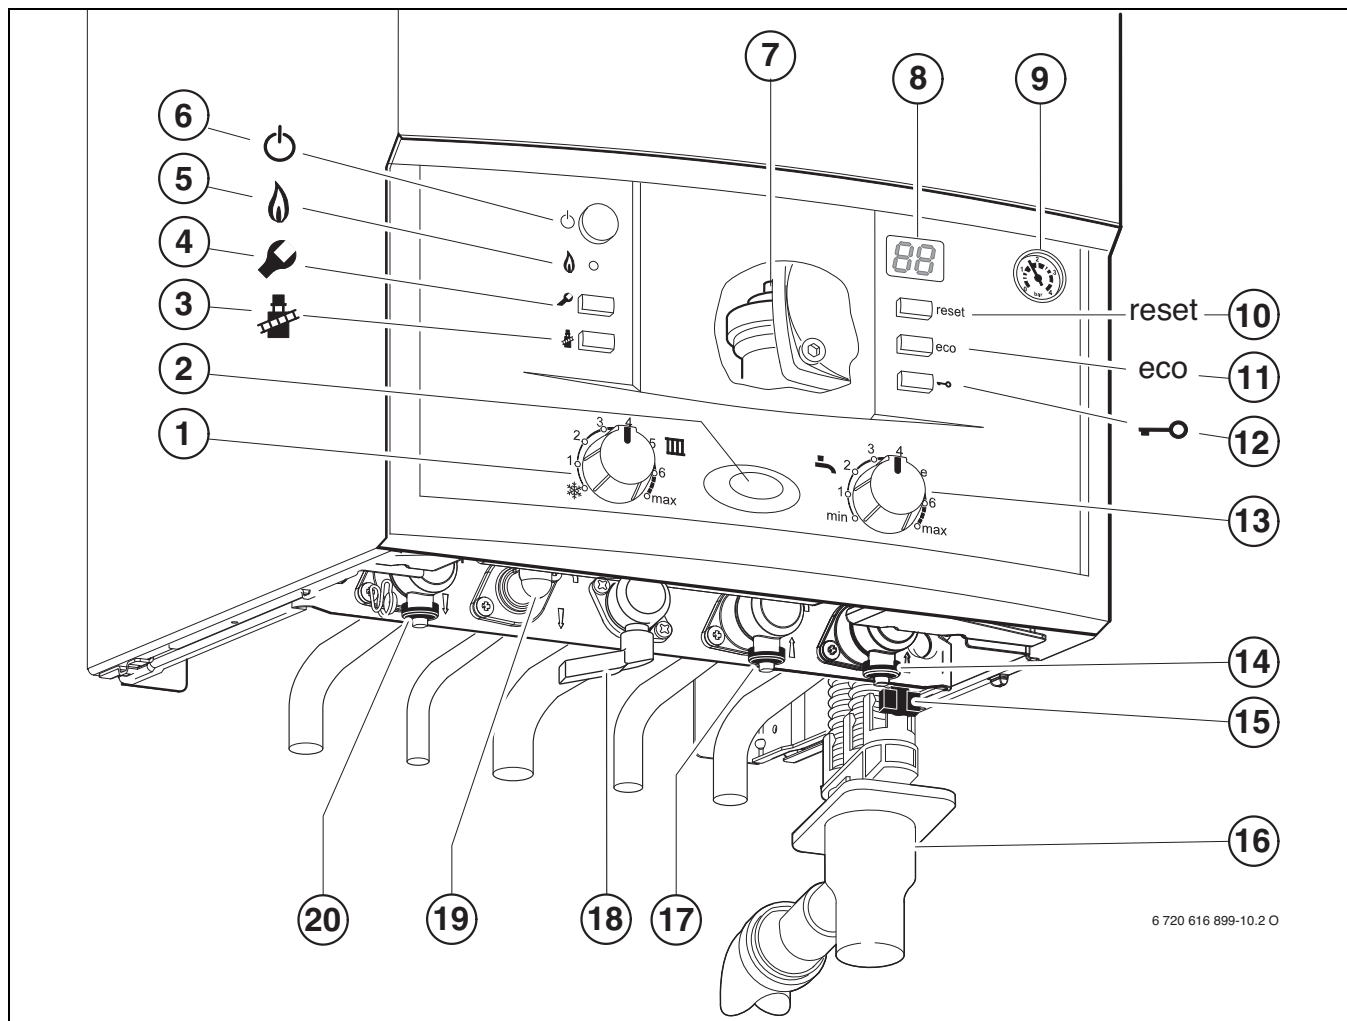

Fig. 31
- Ouvrir le robinet d'eau froide (→ fig 31, [17]).
- Ouvrir le robinet de départ du chauffage et le robinet de retour du chauffage (→ fig 31, [14] et [20]), remplir l'installation de chauffage à une pression comprise entre 1 et 2 bars et fermer le robinet de remplissage.
- Ouvrir le robinet de gaz (→ fig 31, [18]).
- ▶ Ouvrir le purgeur automatique (→ fig. 31, [7], page 34).